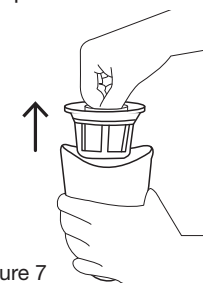

Figure 7
2. Tirez l'ensemble filtre fin F5/pré-filtre pour le sortir du réservoir (Fig. 7).